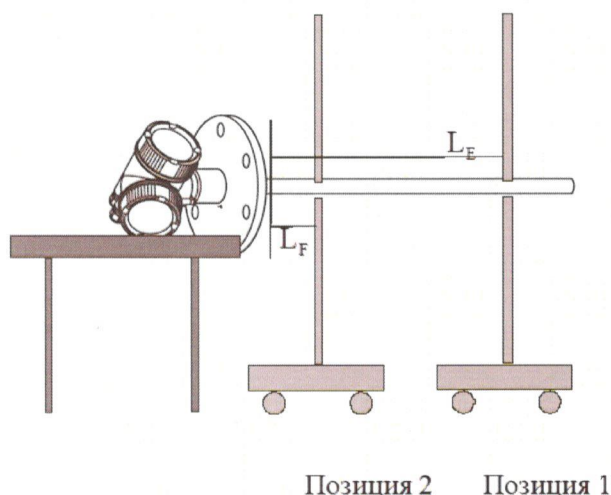

Рисунок 1 – Стержневой зонд
6.4.1.2 При поверке с демонтажем уровнемера со стержневым или тросовым зондом в качестве имитатора уровня продукта используют передвижной металлический экран (например, диск) с отверстием, через которое пропускают зонд уровнемера (см. рисунок 1). Минимальное расстояние от края экрана до отверстия не менее 0,5 м. Плоскость экрана должна быть строго перпендикулярна оси зонда (допуск не более $\pm 1^\circ$). Расстояние между зондом уровнемера и различными препятствиями (металлическими предметами, железобетонными конструкциями и т.п.) должно составлять не менее 1 м.